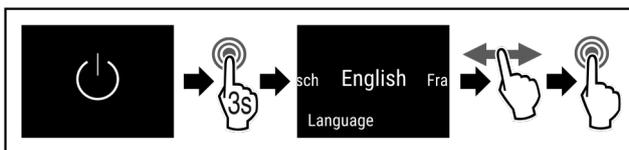

Fig. 54
- u Handlungsschritte (siehe Fig. 54) durchführen.